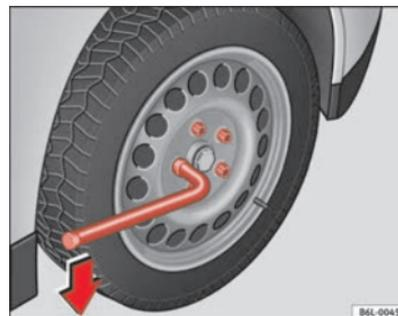

Fig. 124 Changement de roue : dévissez les vis de roue
- Attrapez la clé par l'extrémité et tournez-la environ un tour vers la **gauche** ⇒ fig. 124.